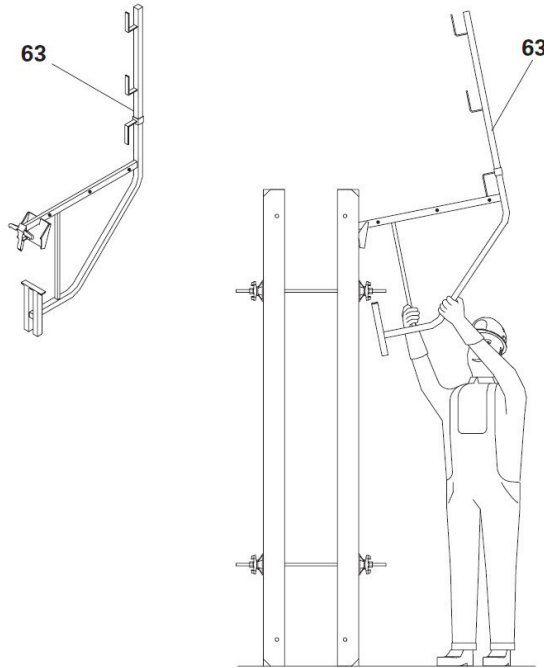

Рис. 50
1. Навесить кронштейны (63) на предусмотренные отверстия ребер элементов. (Рис. 50)